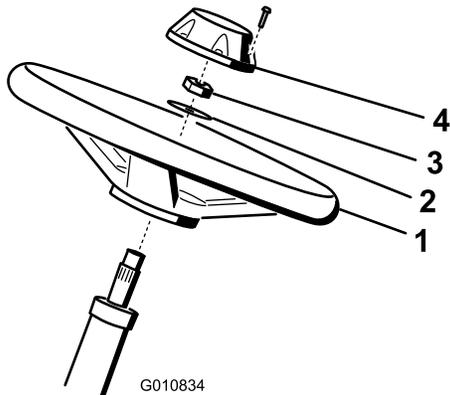

图4
1. 将方向盘滑入转向轴（图4）。
2. 将垫圈滑入转向轴（图4）。
3. 使用锁紧螺母将方向盘固定到转向轴上，上紧扭矩至 27~35N·m（图4）。
4. 将中心盖安装到方向盘上，并用 6 个螺栓固定（图4）。